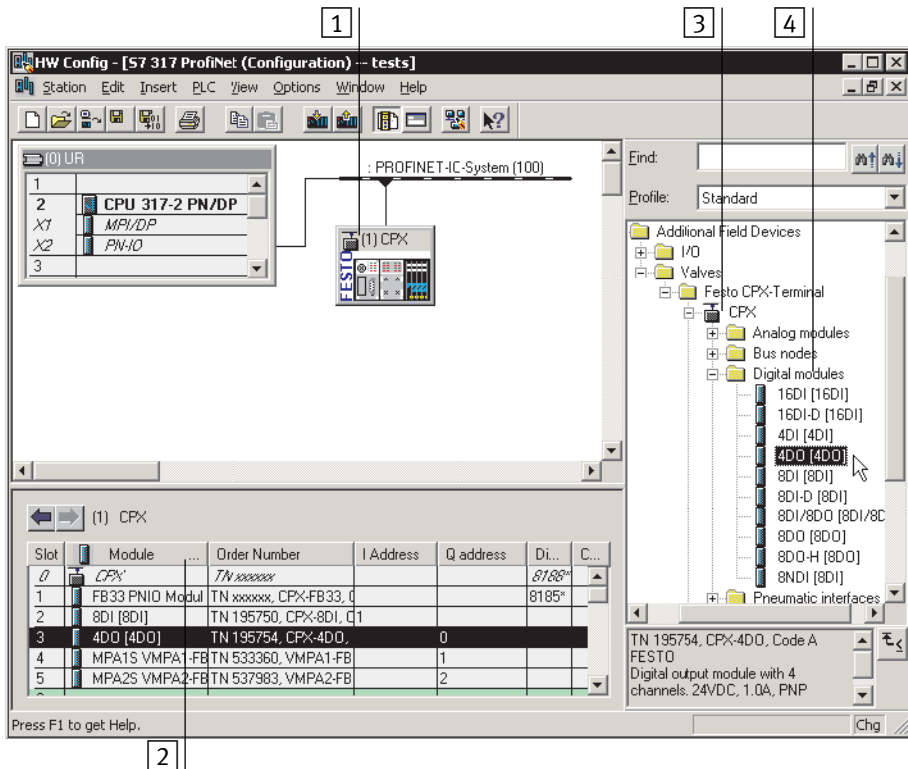

Fig. 2/11: Configurazione del terminale CPX con STEP 7 Siemens – HW Config
4. Cliccare sull'icona del terminale CPX da configurare nella configurazione hardware PROFINET (HW Config, 1 in Fig. 2/11).
Appare la tabella di configurazione (2 in Fig. 2/11) (sotto la rappresentazione schematica del sistema PROFINET-IO). Eventualmente ingrandire questa parte della finestra HW Config.
5. Nel catalogo hardware aprire l'icona della stazione in base all'applicazione (3) e i relativi gruppi di unità di campo (“cartella di nodi bus e moduli”, 4 in Fig. 2/11).